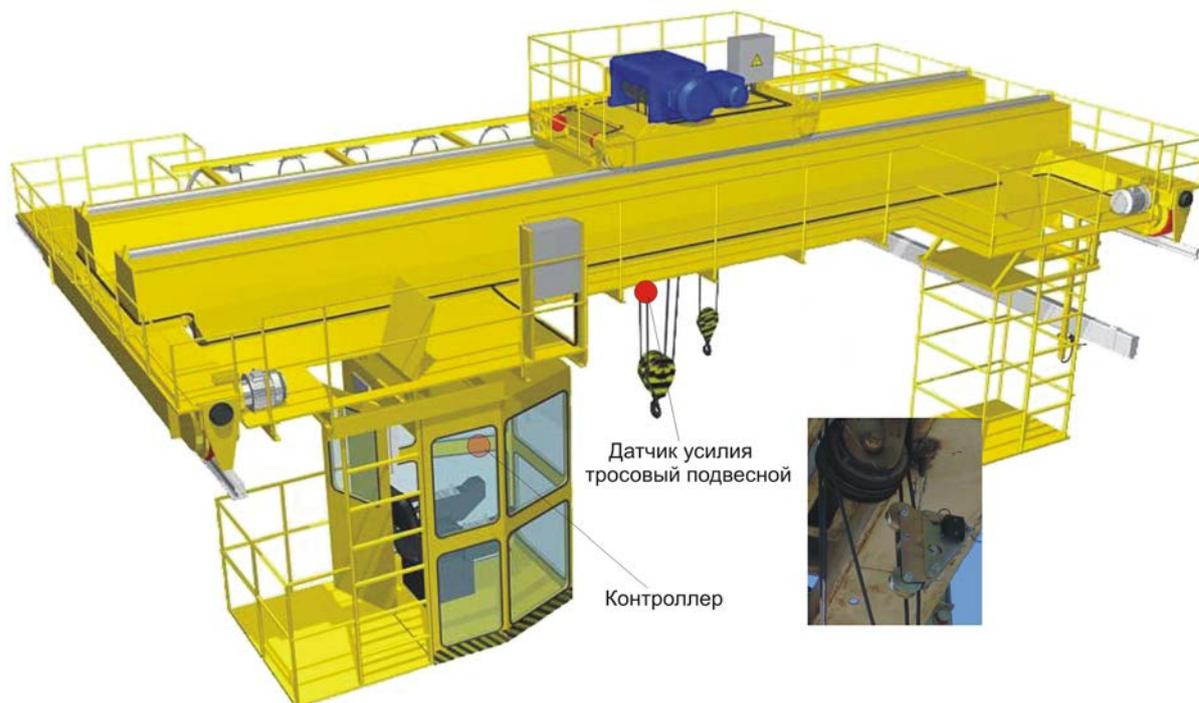

Рис.1
5.1. Система АОГ, рис.1, состоит из составных частей:
- 1) блок АОГ, включающий "Регистратор параметров" 1 шт, рис.1;